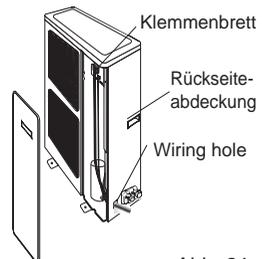

Abb. 21
2. Schließen Sie alle Kabel und Leitungen nach dem elektrischen Diagramm der Inneneinheit an und befestigen Sie sie anhand anpassenden Kabelschellen (siehe Abb. 21).